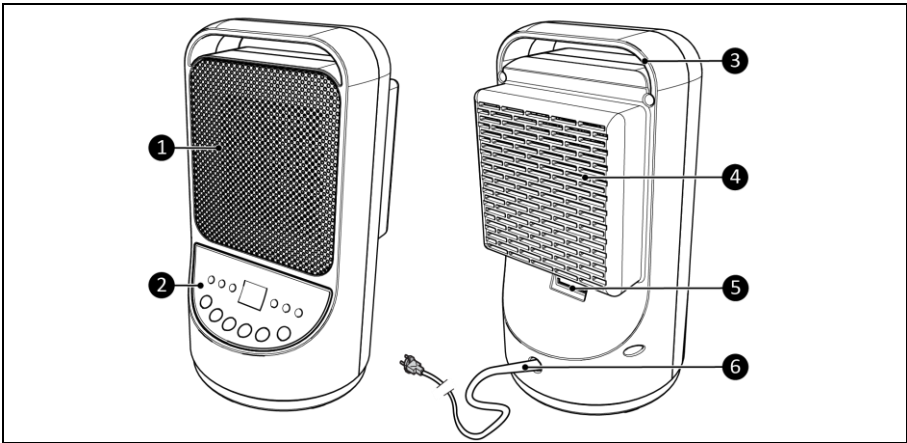

Abbildung 2
2. Stellen Sie sicher, dass sich der Hauptschalter des Geräts (Abbildung 2, Pos. 5) in der AUS-Position befindet;
4. Stecken Sie den Netzstecker (Abbildung 2, Pos. 6) in eine leicht zugängliche Steckdose. Verwenden Sie eine Steckdose mit einer Mindestleistung von 1500 Watt.
1. Schalten Sie den Hauptschalter auf der Rückseite des Geräts ein (Abbildung 2, Pos. 5).